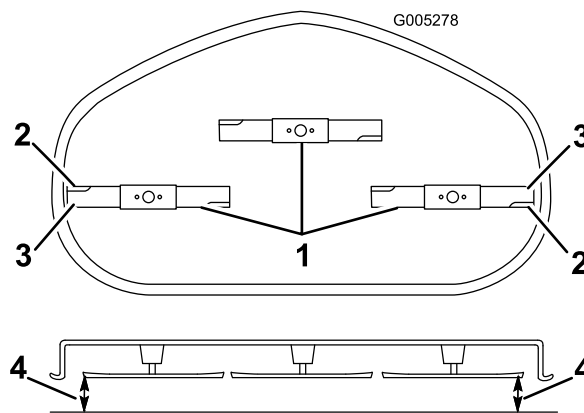

Figure 51
- Faites pivoter les lames avec précaution pour qu'elles soient toutes parallèles (Figure 51).
- Mesurez la distance entre les tranchants extérieurs et le sol plat (Figure 51). Si les deux mesures diffèrent de plus de 5 mm, un réglage s'impose. Poursuivez la procédure.